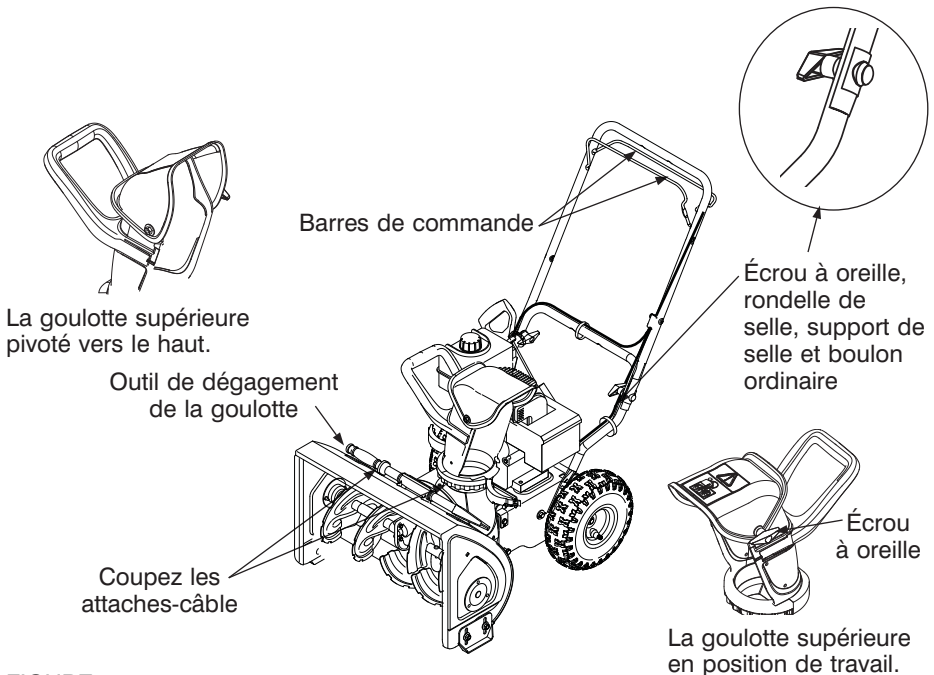

FIGURE 1
- Coupez et enlevez l'attache-câble qui maintiennent le guidon supérieur et les barres de commande sur la goulotte inférieure. Voir la Figure 1.
- Desserrez l'écrou à oreille de la partie supérieure de la goulotte et pivoter la goulotte supérieure vers le haut. Voir la Figure 1.
- Desserrez les écrous à oreilles, les rondelles de selle et les supports de selle de chaque côté du guidon. Voir la Figure 1.
- **Serrez les barres de commande contre le guidon supérieur.** Relevez le guidon supérieur en le tirant pour le placer en position de travail jusqu'à ce qu'il s'emboîte sur le guidon inférieur. Voir la Figure 1.
Cet outil est maintenu sur l'arrière de l'habitacle de la tarière par une attache. Voir la Figure 1.
Goulotte d'éjection - On peut changer la direction de projection de la neige en tournant la manivelle de la goulotte. Voir la Figure 1. La distance de projection peut être modifiée en relevant la goulotte pour projeter plus loin et en l'abaissant pour la projeter plus près. Desserrez l'écrou à oreille sur le côté de la goulotte d'éjection pour la régler. Faites pivoter la goulotte à la position voulue et resserrez l'écrou à oreille.